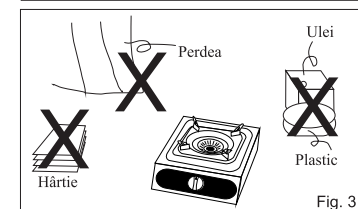

Fig. 3
- Asigurați-vă că nu există materiale inflamabile în apropierea plitei pe gaz (fig.3)